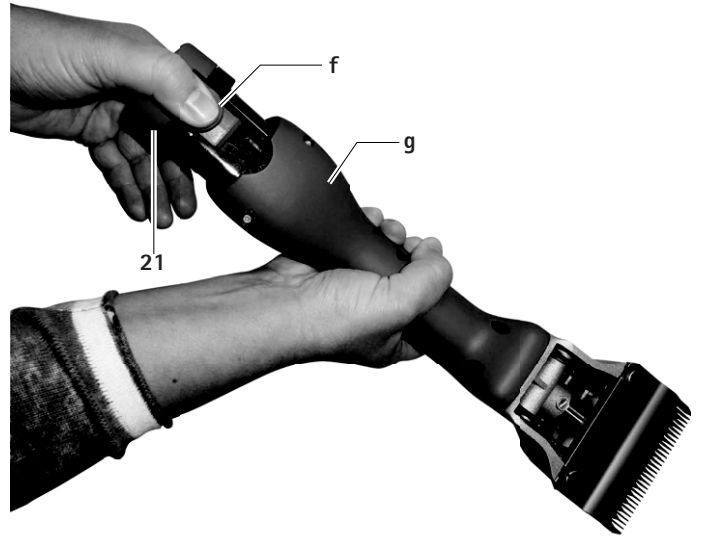

Fig. 1
- ▶ Țineți mașina de tuns cu acumulator **g** cu capul de tăiere în jos, pentru ca acumulatorul Li-Ion 21 să nu cadă după deblocare, vezi Fig. 1.